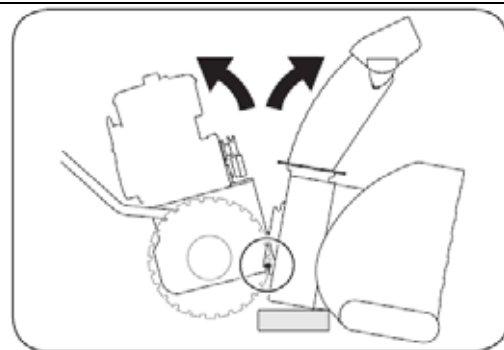

Рис.34
5. Поместите деревянный брусок под кожух шнека, как показано на Рис.34. и отделите кожух шнека от рамы, поворачивая кожух вперед и потянув за ручки вверх.